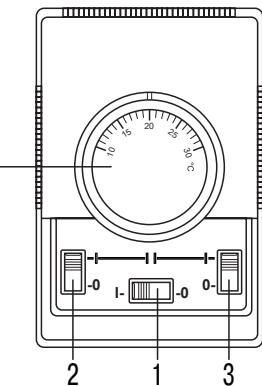

Рисунок 7. Пульт управления
- Перед включением завесы переключатели пульта управления должны находиться в положении 0 (см. рис. 7).